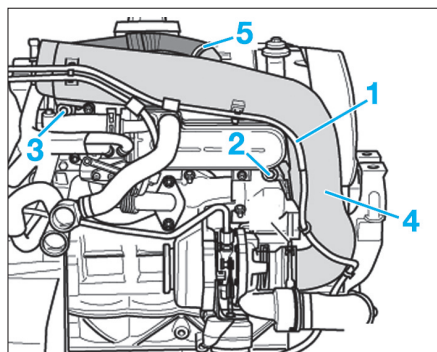

Fig. 59
- le flexible (1) allant vers la capsule de dépression pour la régulation de suralimentation (Fig.59),
- les vis (2) et (3) de la durit d'air (4).
- Débrancher la durit d'aération du couvre-culasse (5).
- la durit d'air inférieur de suralimentation (Fig.59).